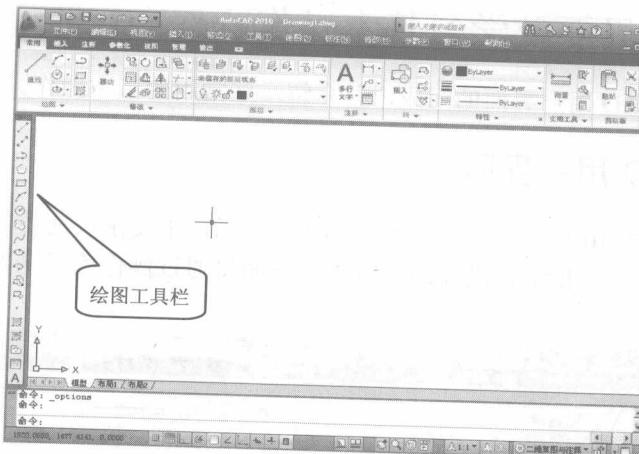

图1-2 打开【绘图】工具栏
5. 选择菜单命令【工具】/【工具栏】/【AutoCAD】/【绘图】，打开【绘图】工具栏，如图 1-2 所示，用户可移动工具栏或改变工具栏的形状。将鼠标光标移动到工具栏边缘处，按住鼠标左键并移动鼠标，工具栏就随鼠标光标移动。将鼠标光标放置在拖出的工具栏的边缘，当鼠标光标变成双向箭头时，按住鼠标左键并移动鼠标，工具栏形状就发生变化。